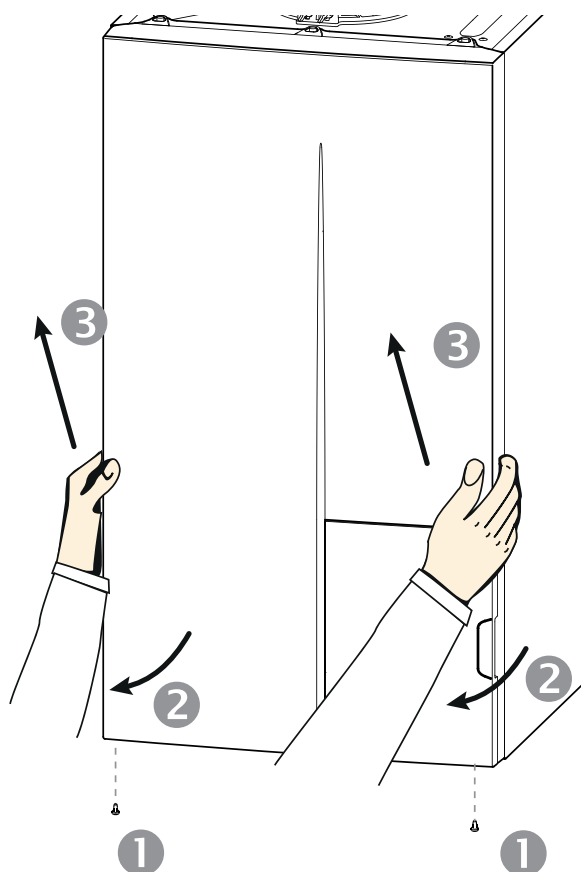

fig. 33 - Dépose de la façade
- Déposer la façade (fig. 33, page 51).